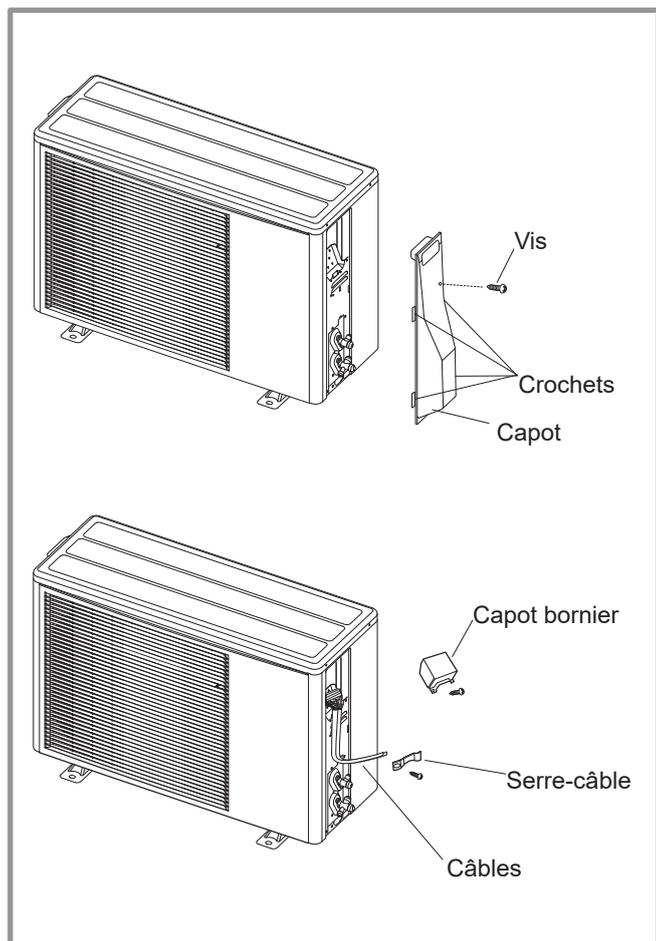

figure 35 - Accès au bornier de l'unité extérieure
- Déposer le capot (figure 35).